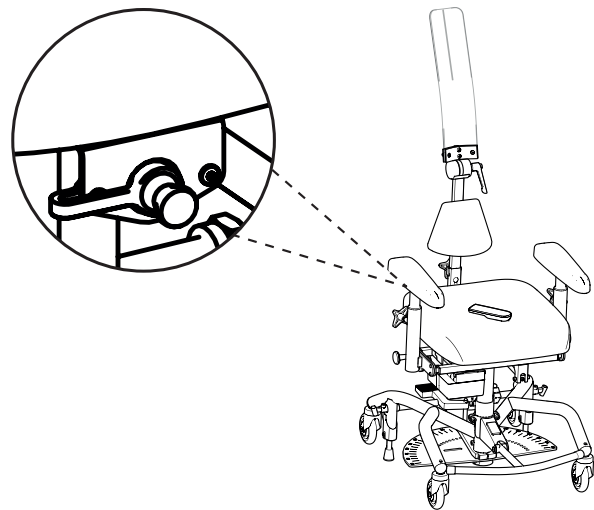

Abb. 2.4. Anschluss des Steckers an die Ladebuchse unter der Sitzfläche.
1. Schließen Sie den Stecker des Ladegeräts an die Ladebuchse an, siehe Abb. 2.4. Die Ladebuchse befindet sich normalerweise an der hinteren Kante unter dem Sitz.